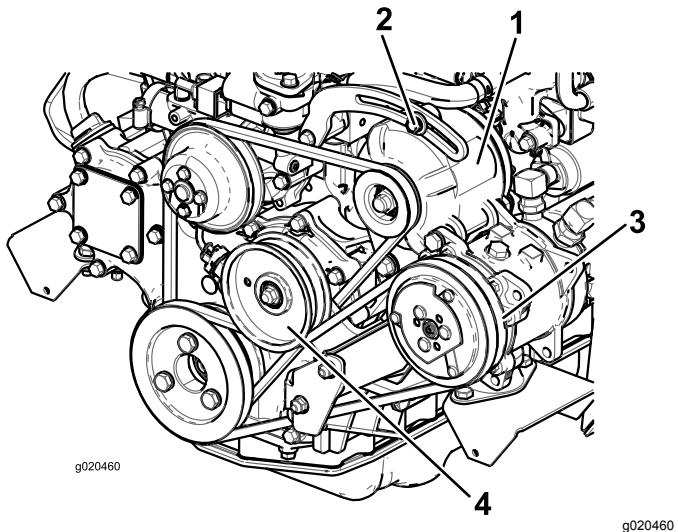

Figura 113
Se a deslocação obtida não for igual a 10 mm, deve desapertar os parafusos de montagem do alternador (Figura 113).
2. Se o desvio obtido não for igual 10 mm, deverá libertar o parafuso de montagem da polia intermédia (Figura 113). Aumente ou diminua a tensão da correia do compressor e aperte o parafuso. Verifique uma vez mais a deslocação da correia para se certificar de que a tensão está correta.
Verifique o estado e a tensão da correia (Figura 113) após cada 100 horas de funcionamento.